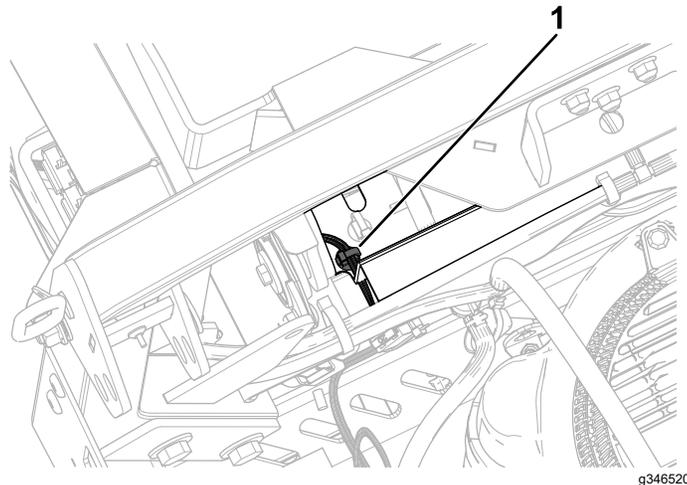

Figura 13
3. Instale la segunda grapa en el soporte trasero del depósito de combustible (Figura 13).